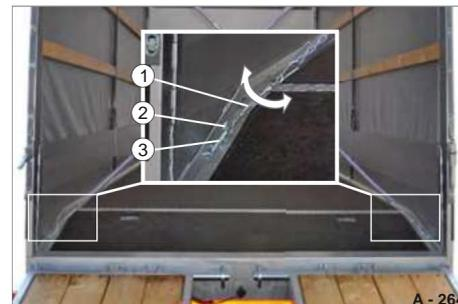

Fig. 206 Rilascio dei controventi diagonali
• Agganciare il gancio (Fig. 206/2) dal basso alla staffa di ancoraggio (Fig. 206/3) UN.
• Stringere il tenditore (Fig. 206/1) serrare manualmente con un utensile.
• Svitare il tenditore (Fig. 206/1) con un utensile fino a quando il gancio (Fig. 206/2) può essere rimosso dalla staffa di ancoraggio (Fig. 206/3).